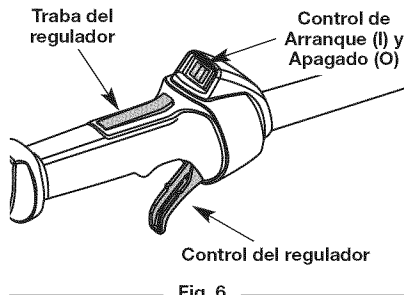

Fig. 6
NOTA: No hay necesidad de encender la unidad. El Control de Arranque y Apagado está en la posición Arranque (I), en todo momento (Fig. 6).
2. Oprima y mantenga oprimido el control de encendido y apagado en la posición de APAGADO (O) hasta que el motor se detenga por completo (Fig. 6).
NOTA: No hay necesidad de arrancar la unidad. El control de Encendido/Apagado está en la posición ENCENDIDO (I) en todo momento (Fig. 6).